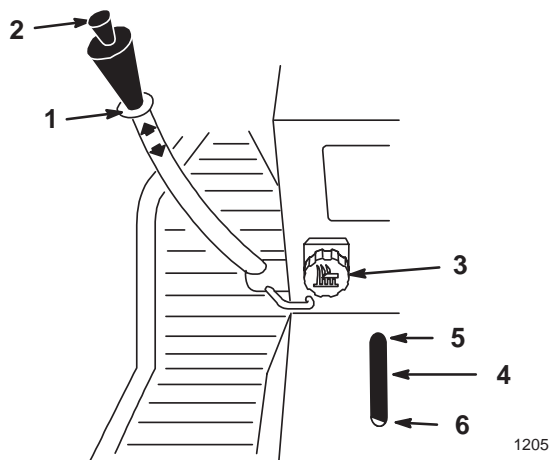

Figure 11
Le levier de relevage d'accessoires (Fig. 11) s'utilise pour relever ou abaisser divers accessoires.
Le bouton de réglage de hauteur (Fig. 11) s'utilise pour limiter la descente de l'accessoire. Le bouton peut être tourné dans un sens ou dans l'autre pour placer la limite de descente plus haut ou plus bas.
1. Placer le levier de relevage d'accessoire en position relevée, voir Relevage d'accessoires. Quand le levier est en position haute, le bouton de réglage de hauteur (Fig. 11) peut être utilisé pour déplacer la limite de descente de l'accessoire. Tourner le bouton respectivement vers la gauche ou vers la droite pour faire descendre l'accessoire plus bas ou moins bas.
2. L'indicateur de réglage de hauteur (Fig. 11) indique le déplacement de la position relative du réglage.